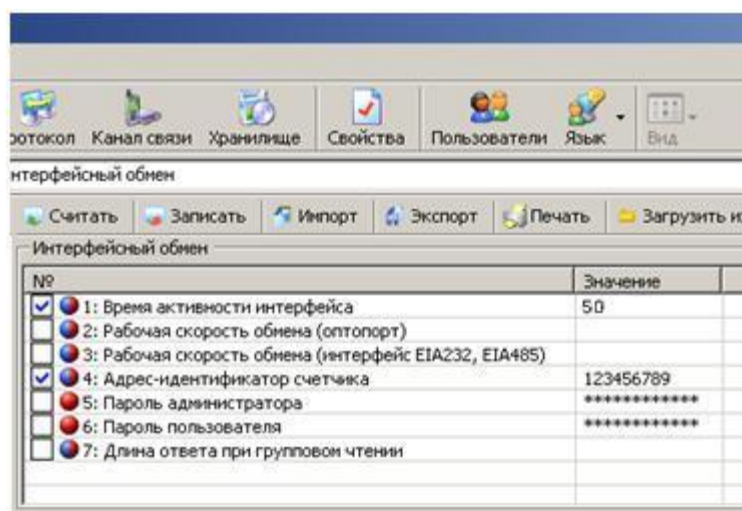

Рисунок 5.25 – Интерфейсный обмен
- Проверить значения начальной и рабочей скорости через интерфейс, они должны быть равны 9600 бод (5) (см. п. 5.4.3).
- Чтением параметра «время активности интерфейса» убедиться, что его значение равно 50 с. (см. рисунок 5.25).
- Чтением параметра «адрес-идентификатор счетчика» (см. рисунок 5.25) убедиться, что его значение равно 9 последним цифрам серийного номера, без нулей перед значащими цифрами, т.е. если 9 последних цифр заводского номера имеют вид «000000001», то идентификатор равен «1».